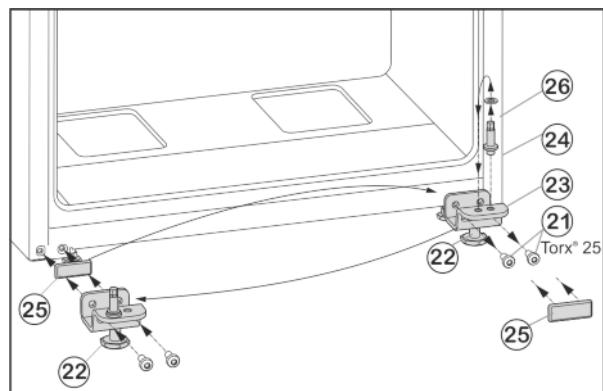

Fig. 9
- ▶ Odvijte pričrsne vijke Fig. 9 (21).
- ▶ Skinite cijeli podložak ležaja dolje Fig. 9 (23) zajedno sa svornjakom ležaja Fig. 9 (24), pločicom Fig. 9 (26) i podešivom nožicom Fig. 9 (22).
- ▶ Potpuno odvijte svornjak ležaja Fig. 9 (24) zajedno s pločicom Fig. 9 (26), premjestite ga u suprotnu prihvatu rupu podloška ležaja i ponovo zavijte.
- ▶ Pažljivo skinite poklopac Fig. 9 (25) i premjestite ga na drugu stranu.
- ▶ Cijeli podložak ležaja dolje Fig. 9 (23) zajedno sa svornjakom ležaja Fig. 9 (24), pločicom Fig. 9 (26) ipodesivom nožicom Fig. 9 (22) ponovno pričvrstite na novoj strani šarke, po potrebi uz pomoć odvijača na baterije (**s 4 Nm**).
- ▶ Stavite vrata odozgo na svornjak ležaja Fig. 9 (24).
- ▶ Odvijte podešivu nožicu Fig. 9 (22) napodlošku ležaja dolje Fig. 9 (23) tako da se podupre o pod.